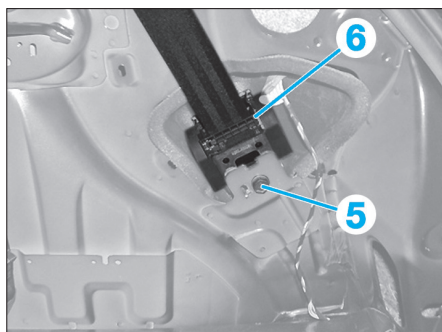

Fig. 24
- la vis (5) (Fig.24),
- le prétensionneur (6).